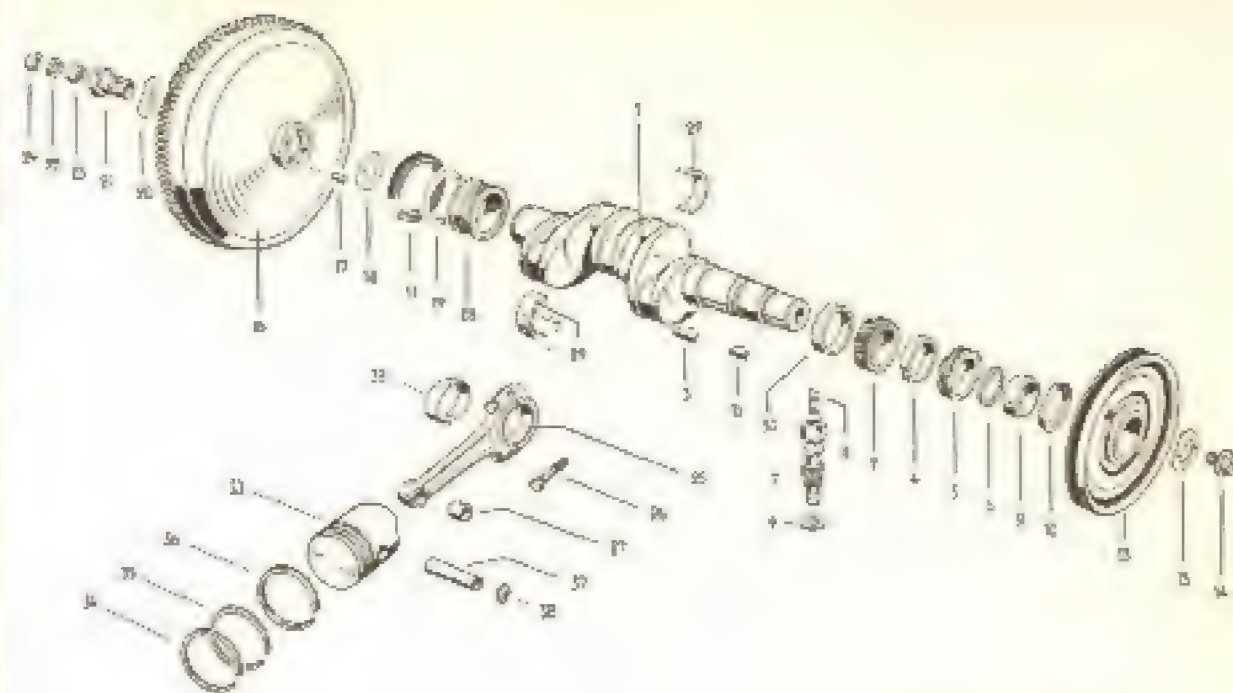

Fig. 6-H — Principais órgãos móveis do motor "1 200" — 36 HP
**Desmontagem do conjunto da árvore de manivelas.** — Coloca-se a árvore de manivelas no suporte próprio para desmontagem (VW 310 ou 319 a) se se dispõe dessa ferramenta e procede-se a desmontagem segundo essa seqüência (figs. 6 e 7-H):
Fig. 7-H — Árvore de manivelas, êmbolos, bielas e peças anexas dos motores "1 300", "1 500" e "1 600". A nomenclatura das peças é idêntica a da fig. 6-H, com exceção da peça n.º 19 na figura acima (anel de vedação de borracha), que não se encontra no modelo anterior. A junta de papel, designada pelo n.º 18, na fig. 6-H, não se usa mais nos motores a partir do "1 300". As diferenças de construção estão detalhadas no texto.
Nos modelos "1300", "1500", "1600" e "1600" plano não se emprega mais a junta de papel (18, Fig. 6-H). Em seu lugar se encontra um anel de borracha (19, Fig. 7-H).
- 2 — Retira-se o volante, o vedador (ou junta de papel) e as arruelas ou juntas espaçadoras (19, fig. 6-H e 18, fig. 7-H). Mede-se a espessura dessas juntas em conjunto (medida b).